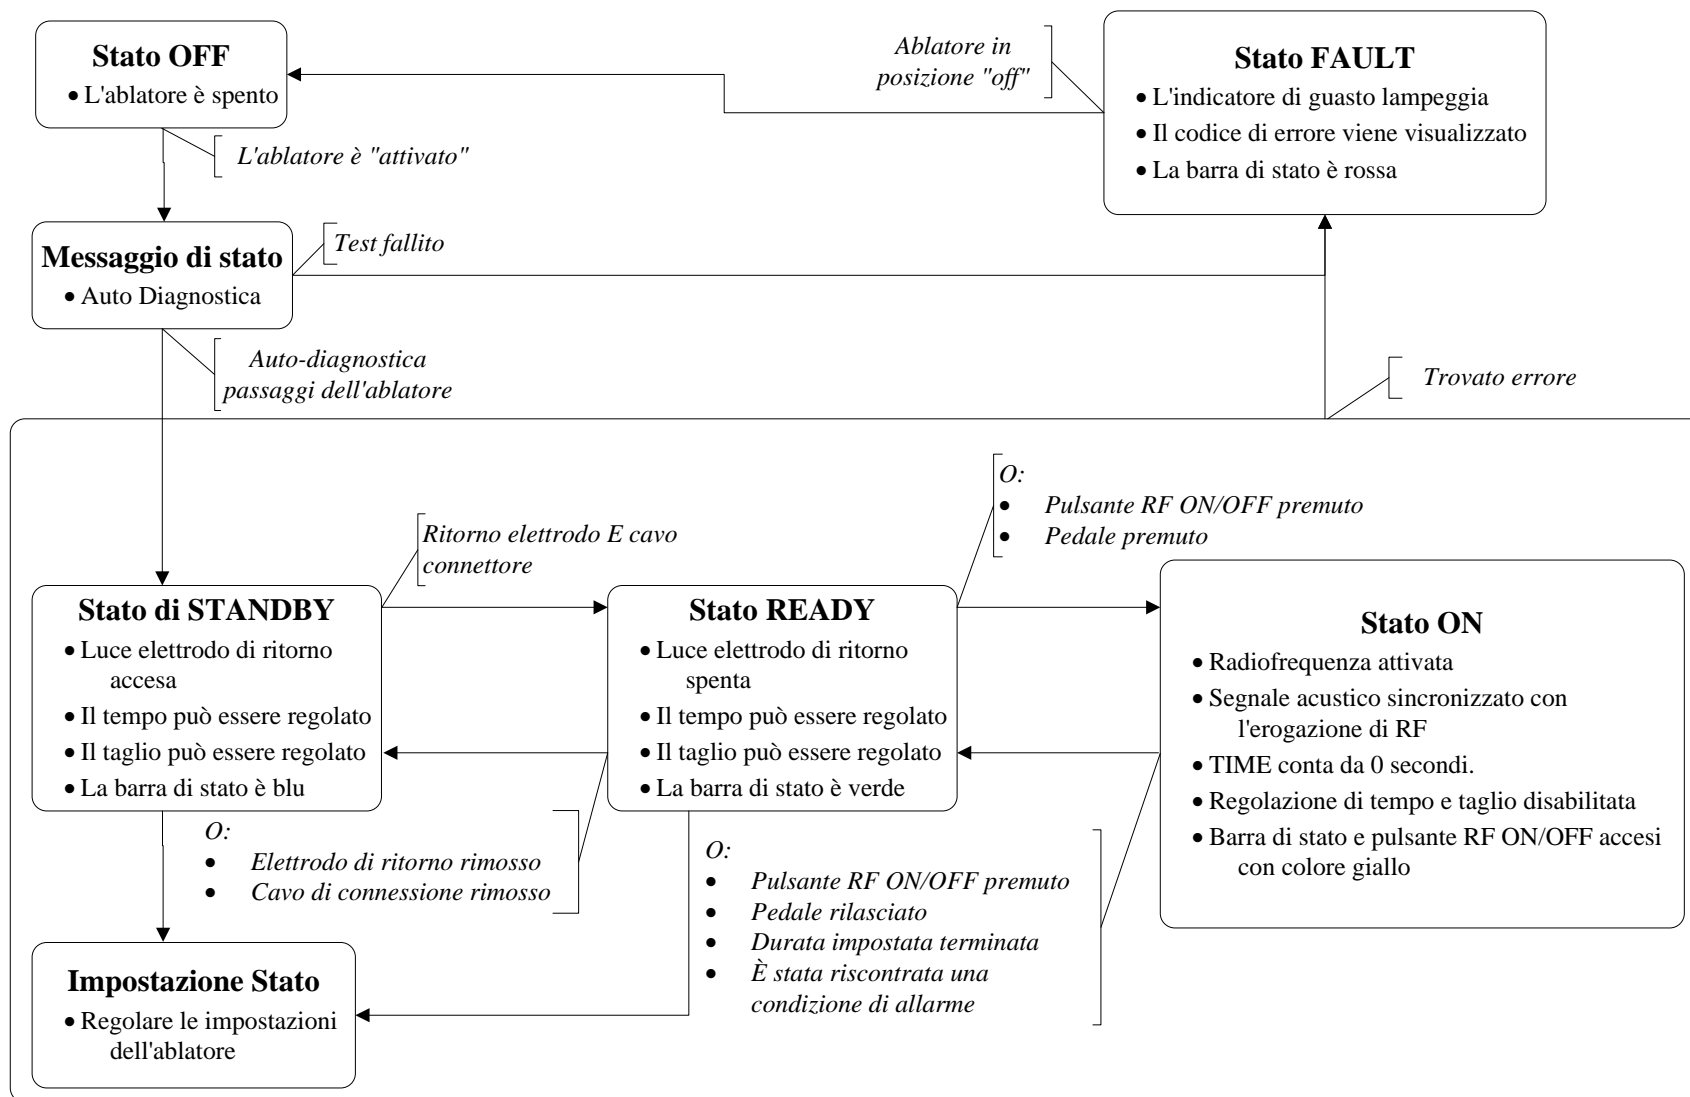

Figura 5-3 – Diagramma di flusso stati dell'ablature
- (5) **Barra di stato STATE:** Questa finestra visualizza lo stato corrente dell'ablatore. I vari stati dell'ablature e la loro relazione sono riportati nella Figura 5-3 – Diagramma di flusso stati dell'ablature.
- (6) **Finestra di impostazione TIME:** Questa finestra visualizza la durata desiderata per l'uscita della radiofrequenza (in secondi). La finestra visualizza anche le funzioni per i tasti utilizzati per regolare l'impostazione TIME.
- (7) **Tasti funzione della colonna a sinistra:** Questi tasti consentono la regolazione dei parametri. La relativa funzione, se presente, è visualizzata sullo schermo a destra del tasto. Ad esempio, le frecce su ▲ e giù ▼ vengono visualizzate quando è necessario usare i tasti per aumentare o diminuire l'impostazione.
- (8) **Finestra di impostazione CUT:** Questa finestra visualizza la modalità di ablazione desiderata. Le modalità CUT dipendono dai dispositivi RF e sono descritte nella Sezione 9.3. Consultare le istruzioni per l'uso del dispositivo RF BMC per conoscere le impostazioni adeguate. La finestra visualizza anche la funzione per i tasti utilizzati per regolare l'impostazione CUT.
- (9) **Tasti funzione della colonna di destra:** Questi tasti consentono la regolazione dei parametri. La relativa funzione, se presente, è visualizzata sullo schermo a sinistra del tasto. Ad esempio, le frecce su ▲ e giù ▼ vengono visualizzate quando è necessario usare i tasti per aumentare o diminuire l'impostazione.
- (10) **Tasti funzione della fila in basso:** Questi tasti hanno funzioni diverse. La funzione di ogni tasto è visualizzata sullo schermo, sopra il tasto funzione quando applicabile.
- (11) **Finestra messaggio:** Questa finestra visualizza messaggi funzionali e di informazione, quando necessario.
- (12) **Collegamento elettrodo di ritorno:** La connessione è isolata dal paziente ed è presente per il fissaggio di un elettrodo dispersivo (ritorno) omologato. **Utilizzare solo elettrodi dispersivi che soddisfano o superano i requisiti IEC 60601-2-2:2017.** Potranno essere usati elettrodi di non-monitoraggio (foglio singolo) o di monitoraggio (doppio foglio).
- (13) **Collegamento del cavo di connessione:** La connessione paziente è isolata e viene usata per il fissaggio del cavo-connettore RFP-100A. Per selezionare il modello corretto di cavo di connessione fare riferimento alle istruzioni per l'uso del dispositivo RF BMC.
- (14) **Pulsante e indicatore RF ON / OFF:** Premendo e rilasciando il pulsante, si avvia l'erogazione di energia RF quando l'ablature è in stato READY. Il pulsante interrompe l'erogazione di energia RF quando l'ablature è in stato ON. L'indicatore del pulsante si illumina di giallo quando l'ablature è in stato ON.
- (15) **Porta USB (laterale):** Collegando una chiavetta USB, viene eseguito il download delle ultime venti (20) erogazioni di energia. Se lasciato collegato, i dati delle successive erogazioni di RF vengono scaricati per ciascun trattamento.